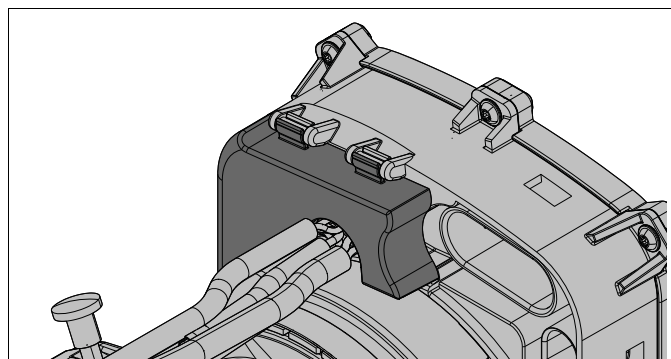

Abb. 802 Steuergerätklappe
1. Steuergerätklappe entfernen (siehe Abb. 802)